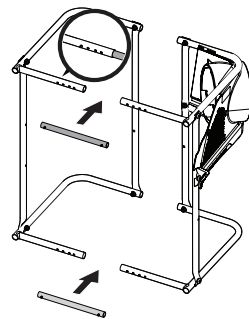

Figure 8
9. Placez les parties droite et gauche du cadre en vis-à-vis, comme sur la Figure 8.
10. Insérez l'un des petits tubes de réglage dans le tube coudé gauche du haut, comme illustré en Figure 8, jusqu'à ce que le taquet s'enclenche fermement dans le tout dernier trou de blocage disponible.